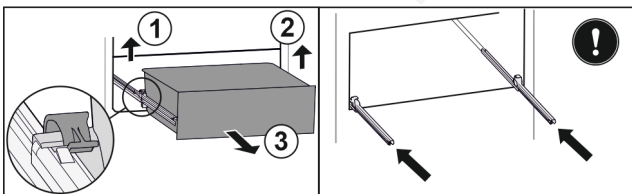

Fig. 96
- ▶ Emelje fel a bal oldali kapcsot, és ezzel egyszerre húzza előre a fiók bal oldalát. Fig. 96 (1)
- ▶ Emelje fel a jobb oldali kapcsot, és ezzel egyszerre húzza előre a fiók jobb oldalát. Fig. 96 (2)
- ▶ Vegye ki a fiókot előre. Fig. 96 (3)